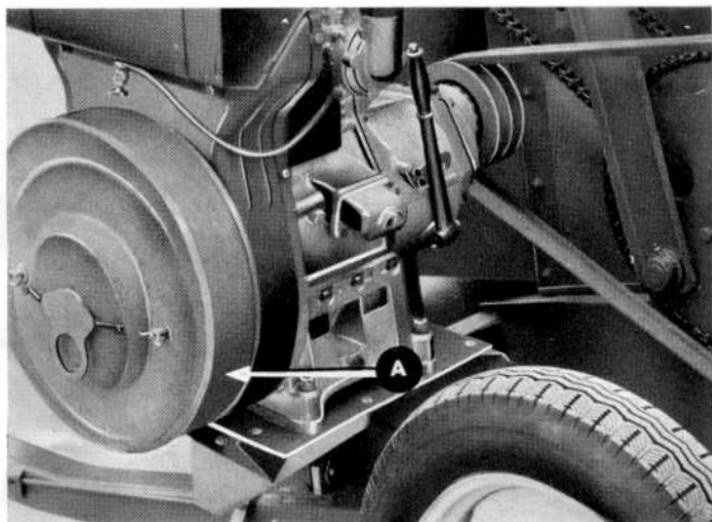

Fig. 20
- Déposer le garant de la turbine fixé par 2 écrous à oreilles (fig. 20) et le dépoussiérer. Ce garant doit être sec et propre, le nettoyer au besoin à l'essence ou au pétrole.